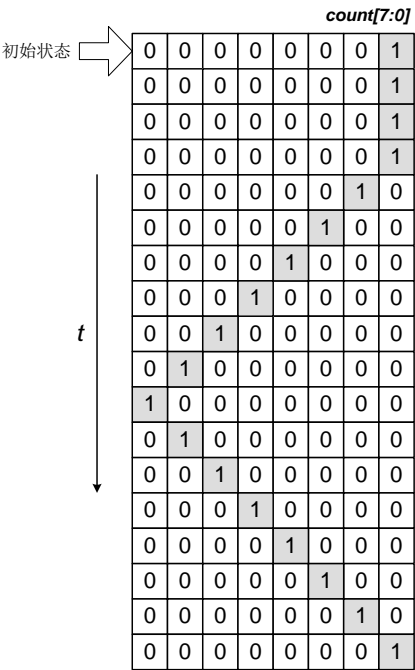

图 7、习题 13 计数器计数模式
**2.13**、设计一个具有图 7 所示功能的计数器模块。